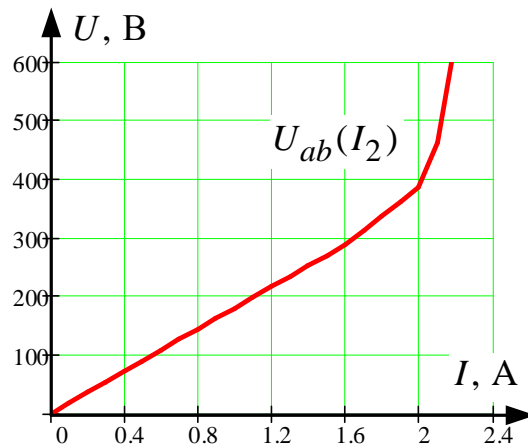

Рис. 4.15
6. По полученным данным строим зависимость  $U_{ab}(I_2)$  (рис. 4.15):